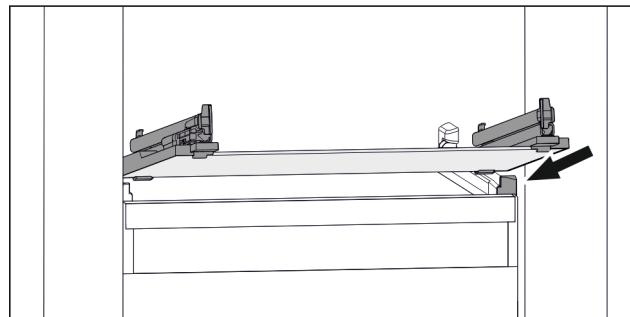

Fig. 156 Príklad zobrazenia sklenej dosky
- Nasadte sklenenú dosku šikmo za zarážkami. (pozri Fig. 156)